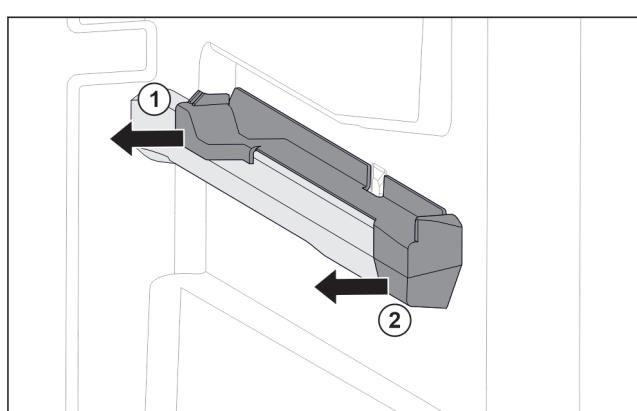

Fig. 68 Вставна частина на правому ребрі для резервуару
- Відсунути вставну частину назад вбік. Fig. 68 (1)
- Відсунути вставну частину вперед вбік. Fig. 68 (2)